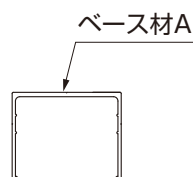
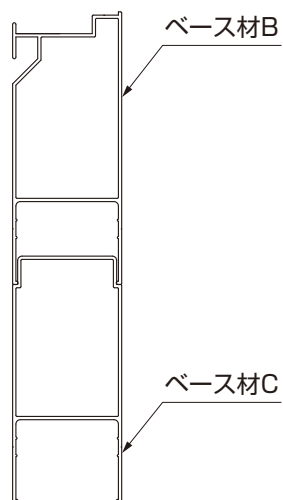

図2-23
図2-24
- ベース材には種類があります。(図2-23、図2-24、図2-25参照)